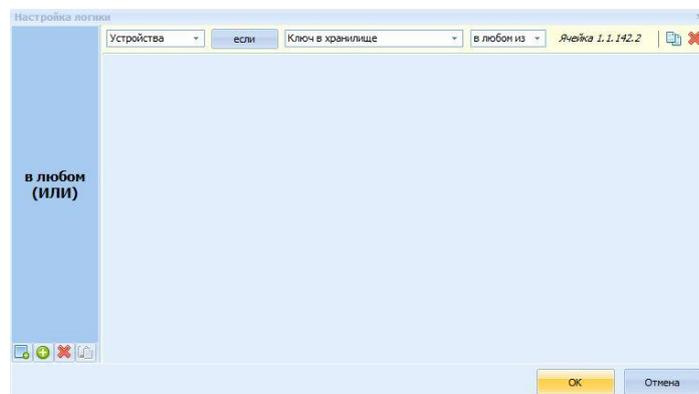

Рисунок 5.21
- Добавить сценарий и настроить его логику включения по состоянию «Ключ в хранилище» в выбранной ячейке ключницы (рисунок 5.21).